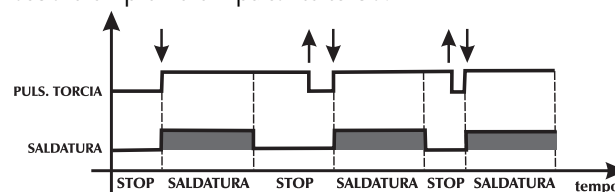

Fig. 2 Diagramma del ciclo di lavoro in timer
**Saldatura temporizzata (TIMER) in TIG e MIG/MAG (fig.2):** la pressione del pulsante fa fluire il gas ed attiva la tensione sull'elettrodo; la corrente va automaticamente a zero trascorso il tempo di saldatura impostato da tastiera. Per ripartire bisogna rilasciare e ripremere il pulsante torcia.